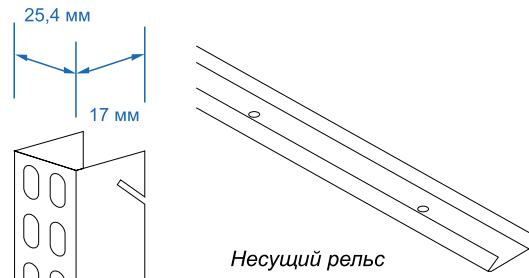

Рис. 2
Навесная система (рис. 2)
Настенная система (рис. 2)
- Вставить в паз кронштейна соединительные скобы (рис. 2);